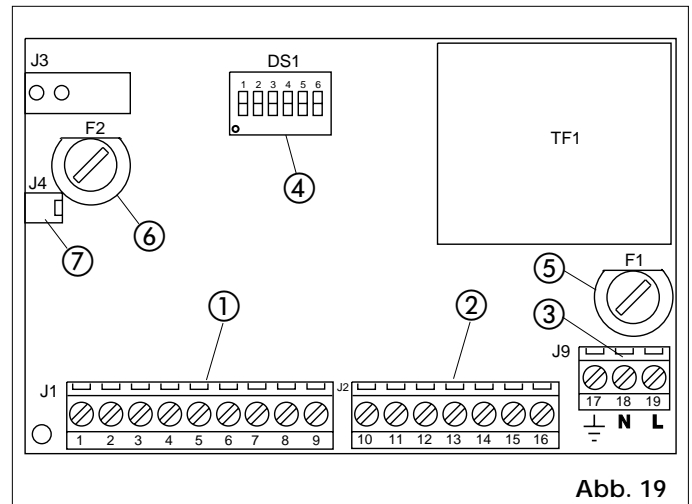

Abb. 19
Schutzsicherungen	N° 2 (siehe Abb. 19)
① **Klemmenbrett J1** - (Abb. 19): zum Anschluß des gesamten Zubehörs (s. Tabelle 3)
② Klemmenbrett J2 - (Abb. 19)
③ Klemmenbrett J9 - (Abb. 19)